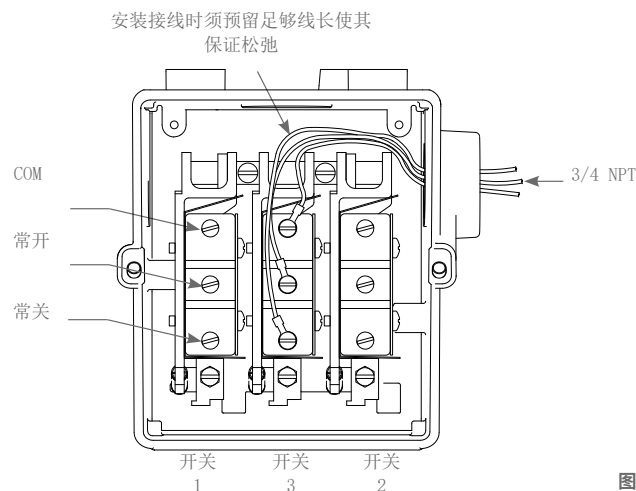

图 1
- 3 将套管连接至外壳，将接线连接至端子，注意遵守当地和国家级电气规范。三个开关端子标注清晰，分别为“共用”、“常开”和“常闭”。将接线从外壳背面穿入，引至端子处。（见图 1）
**i** 需保证接线足够松弛 (见图 1)，避免影响进行设置调节时的开关动作。安装时，确保接线不接触外壳。